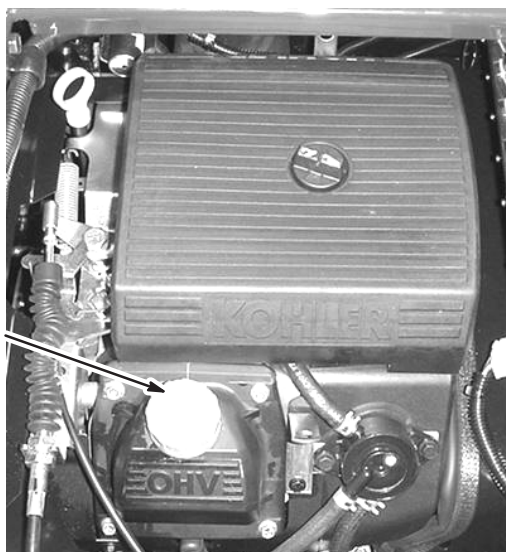

Bild 35
8. Gießen Sie ca. 80 % der angegebenen Ölmenge langsam in den Einfüllstutzen (Bild 35).